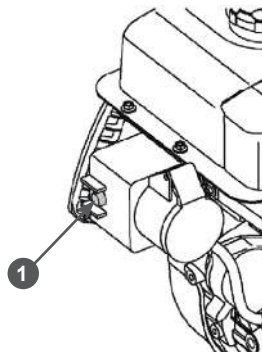

Рис. 31. Кнопка включения электрического стартера
5. Нажмите кнопку 1 включения электрического стартера и удерживайте ее (Рис. 31).